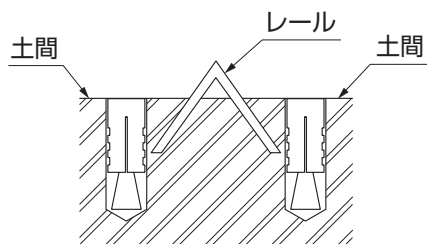

図13-8
- 脱輪防止部品セットを取付ける土間は、レールを挟んで左右が水平であることを確認してください。(図13-8参照)